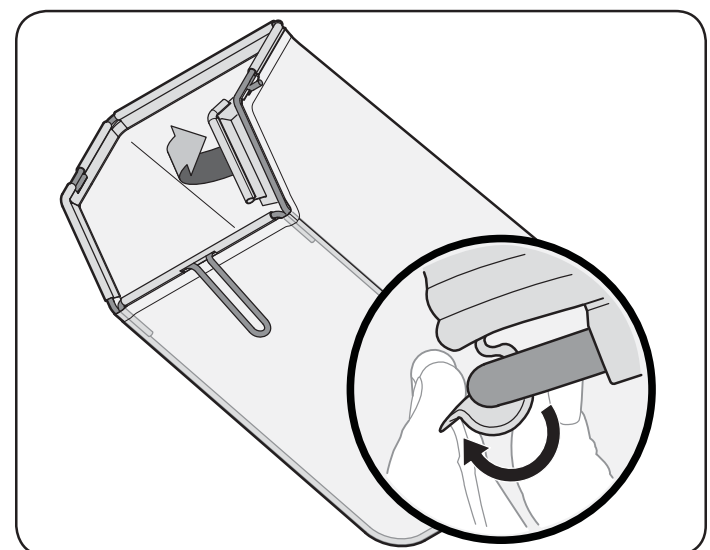

Figure 7
- b. Attachez le sac sur l'armature en accrochant les glissières sur l'armature, comme à la Figure 7.